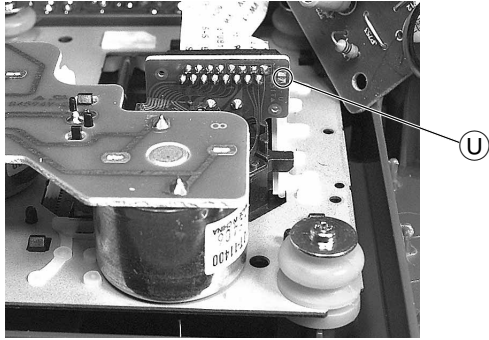

Fig. 21
- **Hinweis:** Vor Abziehen der Flexprintleitung die Sicherungslötstelle ⑥ (Fig. 21) des Lasers kurzschließen (Siehe Seite 1-3 Allgemeiner Teil / Servicehinweise / CD-Teil).
- **Note:** Prior to pulling off the Flexprint lead shortcircuit the protective soldering joint ⑥ (Fig. 21) of the laser (Page 1-3 General Section / Service Hints / CD Section).